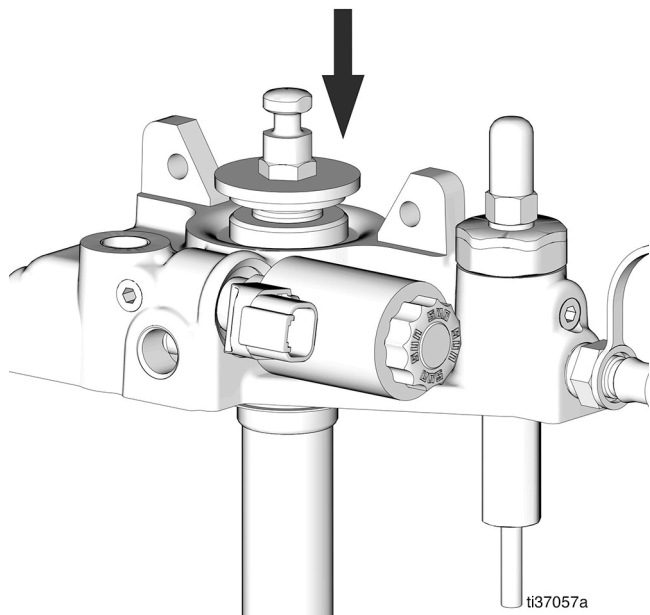
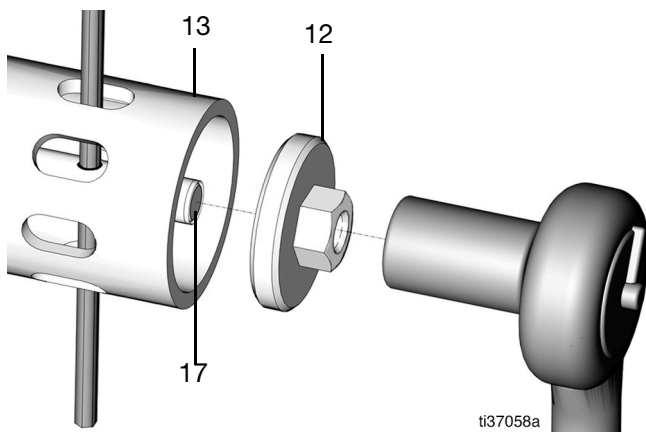

FIG. 36
FIG. 37
15. Poussez sur l'extrémité de la tige de pompe (27) pour accéder à l'orifice transversal à l'extrémité de la tige shovel (FIG. 36 et FIG. 37).
16. Placez une clé Allen ou un outil similaire à travers l'orifice du tube shovel (13) et dans l'orifice transversal pour préserver la stabilité de la tige shovel (17) (FIG. 37).
17. Desserrez et retirez le piston shovel (12) avec une clé à douille de 10 mm (FIG. 37).